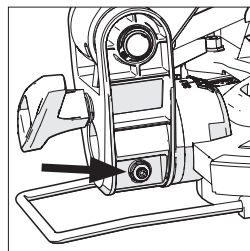

Fig. 10
- Use una llave Allen para ajustar el tornillo de ajuste hacia dentro o fuera según se requiera (Fig. 10).